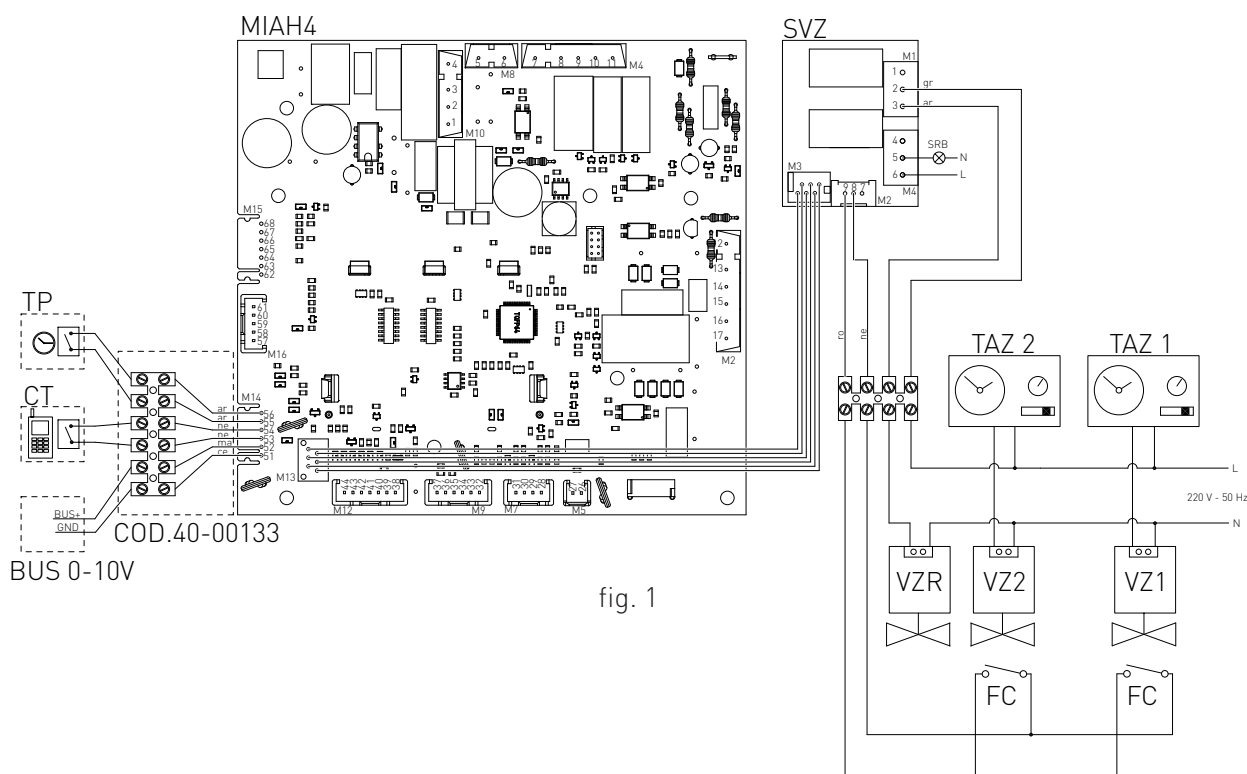

fig. 1
- (TP) EVENTUALE TIMER DI DISATTIVAZIONE PRERISCALDO SANITARIO
- (CT) COMBINATORE TELEFONICO
- › una volta rimosso il carter effettuare i seguenti collegamenti sulla scheda elettronica (vedi fig. 1).